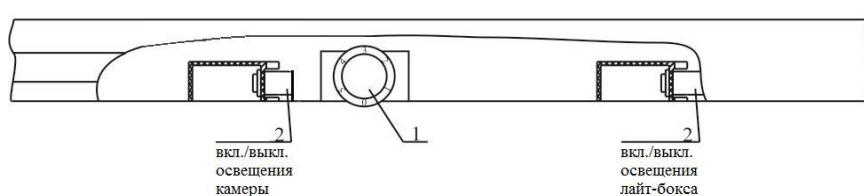

Рис.2 Регулировка температурного режима
5.9 В холодильнике POZIS-Свияга-538-10 предусмотрено освещение рекламной панели, выключатель которой находится в нижней части панели управления (см. рис.2).
6.2. Температурный режим в холодильнике устанавливается путем поворота ручки терморегулятора (рис.2) до выбранного по шкале температурного режима.
Для холодильников POZIS-Свияга-513-6, POZIS-Свияга-514, POZIS-Свияга-538-8 (рис. 2(а), 2(а.1)) температурный режим выбирается исходя из следующего:
Для холодильников POZIS-Свияга-538-8 (рис. 2б), POZIS-Свияга-538-9 (рис. 2в), POZIS-Свияга-538-10 (рис. 2г) температурный режим выбирается исходя из следующего: